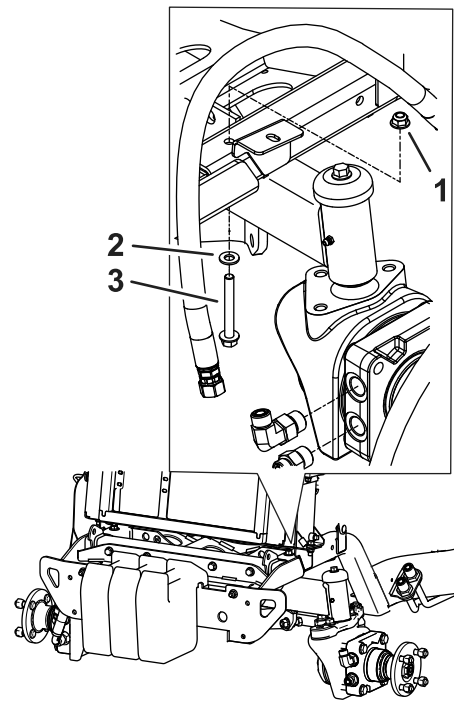

图 6
10. 拆下散热器下方固定减震器支架的现有螺母和螺栓图 6。